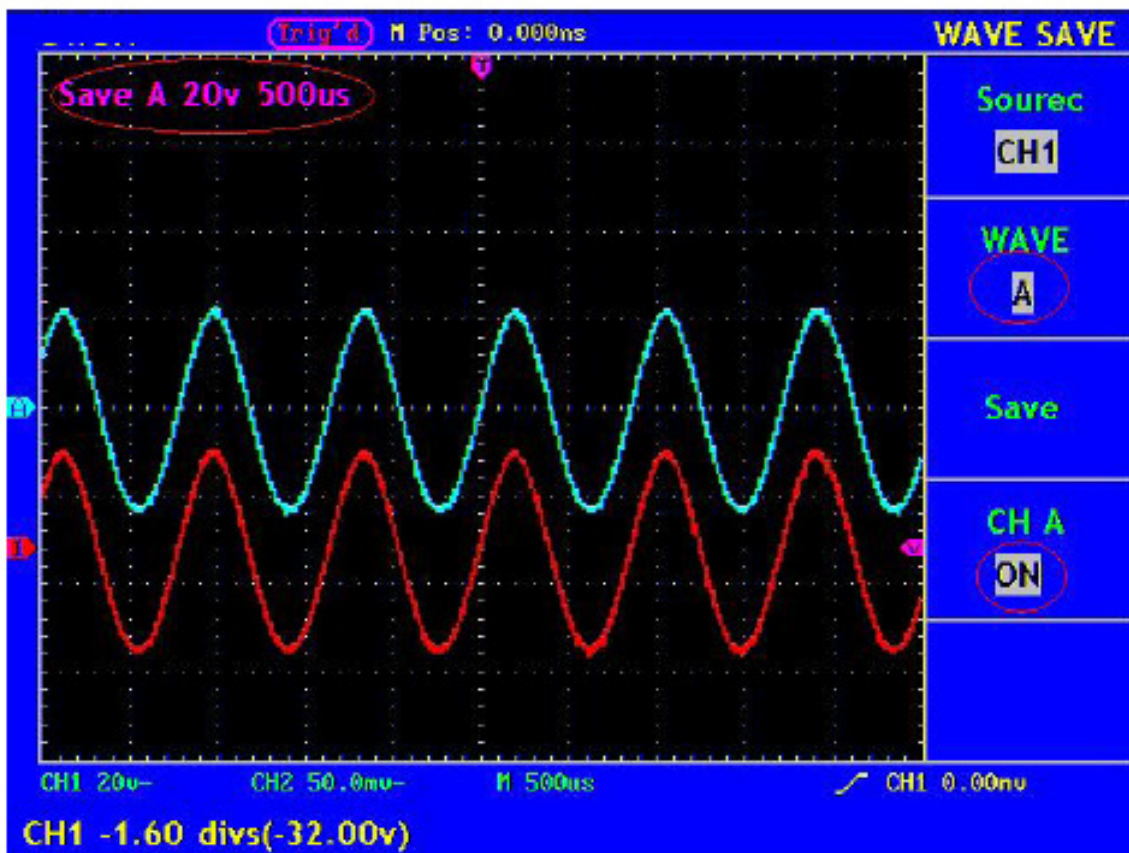

Abb. 49 Speicherung der Wellen
4. Drücken Sie die Menüauswahl taste **F4** und wählen Sie **ON** bei CHA. Die gespeicherte Wellenform wird auf dem Bildschirm angezeigt. Spannungspegel und Zeitbasispegel erscheinen gleichzeitig in der oberen linken Ecke des Bildschirms (siehe Abb. 49).